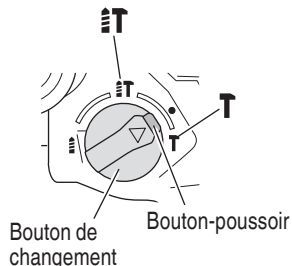

Fig. 24
- (1) Installer la pointe de broyage ou le burin.
- (2) Appuyer sur le bouton-poussoir et placer le bouton de changement au milieu du repère **IT** et du repère **T** (Fig. 24).